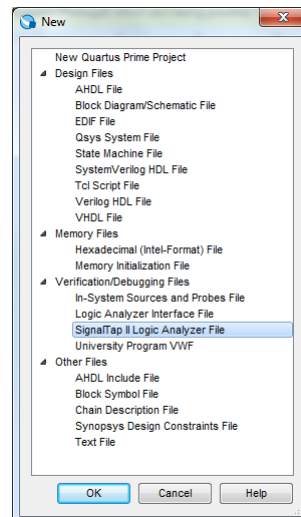

Figura 20 – Criação de um ficheiro do tipo “SignalTap II Logic Analyser File”.
2. Devido à elevada frequência de comutação, a maioria dos bits do contador não podem ser devidamente observados a olho nu em dispositivos simples como os LEDs. Para resolver este problema e avaliar o funcionamento correto de todos os bits do contador vamos recorrer a uma ferramenta, designada *Analizador Lógico Integrado*, tipicamente disponibilizada pelos fabricantes das FPGA. Estas ferramentas permitem especificar os sinais do sistema que pretendemos visualizar, adicionar de forma transparente e automática a lógica necessária para a sua captura, armazenamento e transferência para um computador de desenvolvimento onde será realizada a sua visualização. A lógica adicionada para este efeito utiliza os próprios recursos lógicos programáveis da FPGA. A interface para transferir os sinais capturados é também a usada na programação da FPGA (denominada JTAG e acessível através do porto “USB Blaster”) o que é bastante conveniente. Para usar esta facilidade, o primeiro passo é a criação de um ficheiro no “Altera Quartus Prime” do tipo “SignalTap II Logic Analyser File” (Figura 20).